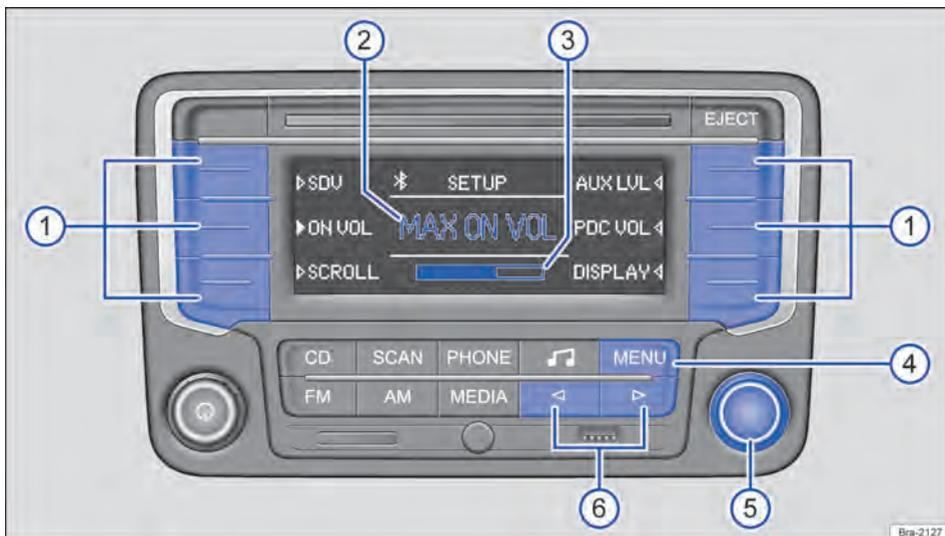

Fig. 151 Menu SETUP: definir o volume inicial.
- Pressionar o botão do aparelho (MENU) a partir de qualquer menu → Fig. 151 (4).
- Pressionar os botões de função para abrir o respectivo menu de ajuste → Fig. 151 (1).
- Girar botão de ajuste para alterar o ajuste atual → Fig. 151 (5).
- **OU:** pressionar brevemente o botão do aparelho (◀) ou (▶) para alterar o ajuste atual → Fig. 151 (6).
- **OU:** botão do aparelho é pressionado brevemente (MENU) → Fig. 151 (4).
→ Fig. 151 ② e, abaixo disso, a barra de volume
→ Fig. 151 ③.